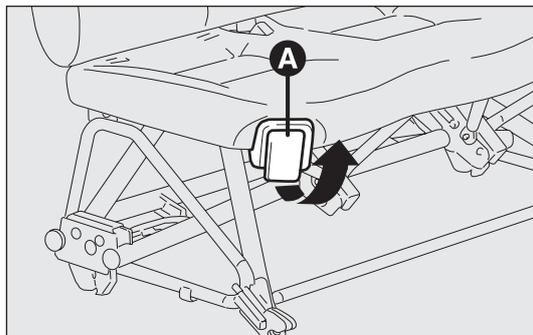
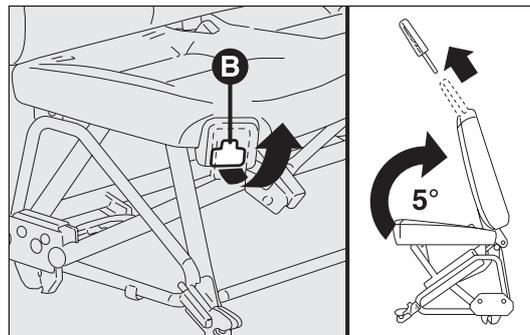

fig. 34
fig. 35
Solleverre la leva A-fig. 34 e inclinare lo schienale in avanti.
- sollevare la leva B-fig. 35 (ubicata sotto la leva A-fig. 34) con la mano destra;